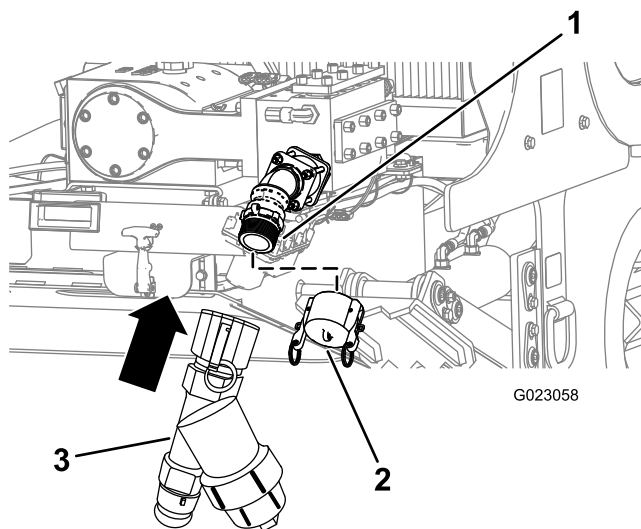

Рисунок 84
1. Снимите впускную крышку насоса (Рисунок 84).
- Совместите Y-образный сетчатый фильтр с резьбой на насосе (Рисунок 84).